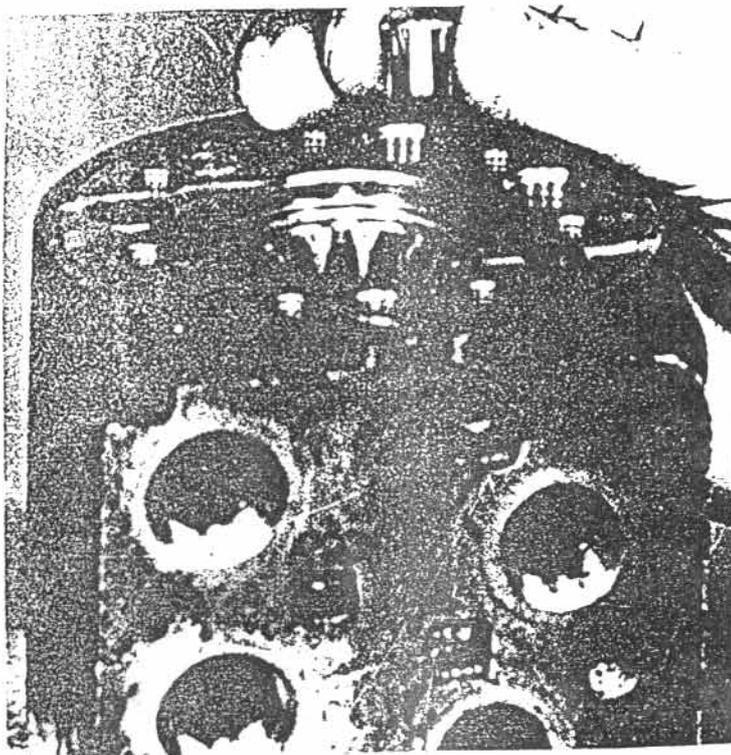

Рис. 8.28
- Ставятся в двух отверстиях диаметром 13 мм части всасывающих обратных клапанов: втулка 44 с "О" кольцом 47, шарик 45 и салазки 46. (См. рис. 8.28). Допускается шлифование верхней кромки салазок до выравнивания с торцовой поверхностью корпуса..